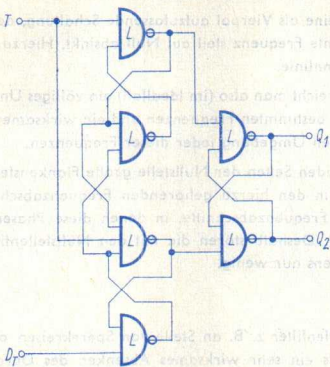
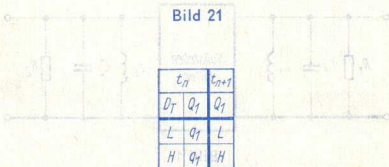

Bild 20
Bild 21
Dieses Flipflop wird auch **Delay-Flipflop** oder **Verzögerungs-Flipflop** genannt. Bild 20 zeigt den Schaltungsfunktionsplan eines solchen Flipflops. Es hat einen bedingt bestimmenden ( $D_T$ ) und einen auslösenden Eingang (T). Aus der Arbeitstabelle Bild 21 kann man ablesen: